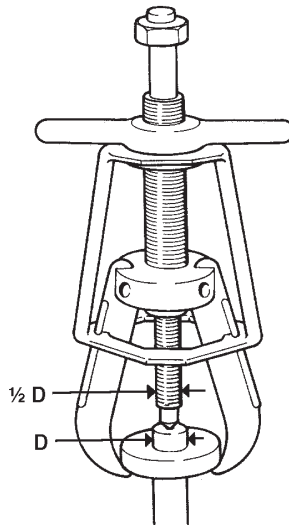

Figure 2, Diamètre du boulon central par rapport à celui de l'arbre
- Le diamètre du boulon central de l'extracteur mécanique doit être au moins la moitié de celui de l'arbre duquel l'objet doit être extrait. (Voir la figure 2.)